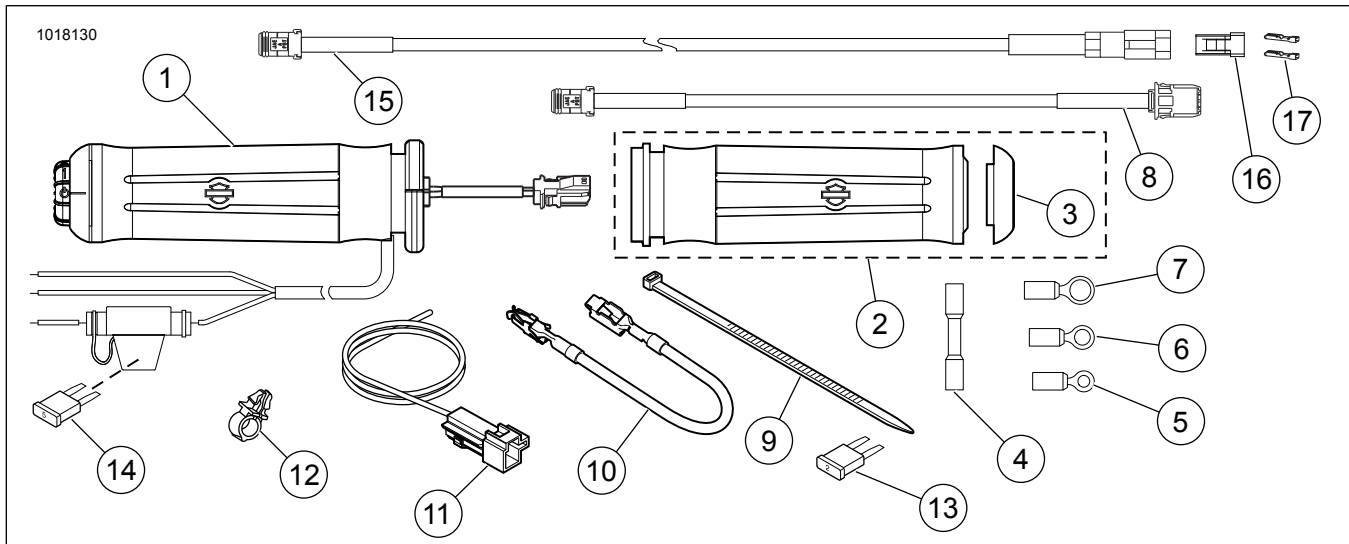

Figura 8. Parts tas-Service, Kits Tal-Manku Li Jissaħħan
2. Ara Figura 8 . Uża ċineġ tal-kejbil (9) mill-kit biex torbot il-wiring tal-manku mal-harnesses tal-wajers matul il-frejms tal-vettura.